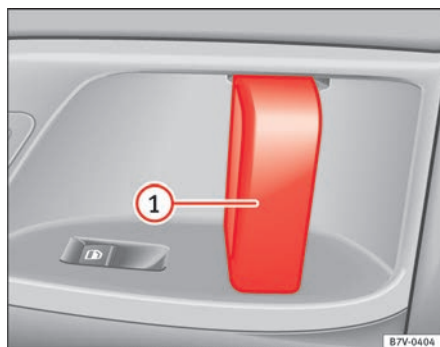

Fig. 50 Na porta de correr: puxador da porta ①.
Abra a porta de correr a partir do interior.	Com a porta de correr destrancada, abra a porta completamente, puxando o manípulo interior da mesma ⇒ Fig. 50 ①.